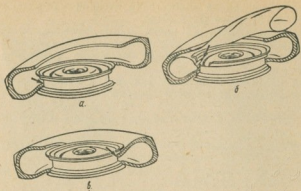

Рис. 87. Монтаж шины на колесо:
2. Положить покрышку на колесо так, чтобы серийный номер был сверху; с помощью монтажных лопаток надеть нижний борт покрышки на обод колеса и ввести ее в глубокую часть обода (см. рис. 87, *а*).
3. Ввести вентиль камеры в отверстие обода и аккуратно направить камеру в покрышку (см. рис. 87, *б*).
5. Убедившись, что нижний борт покрышки находится в глубокой части обода колеса, надеть с помощью монтажных лопаток верхний борт покрышки на обод (см. рис. 87, *в*). Начиная заправку наружного борта покрышки следует со стороны, противоположной вентилю, и продолжать в обе стороны, приближаясь к нему. При этом необходимо следить за правильностью положения вентиля в отверстии обода, не допуская его перекосов.